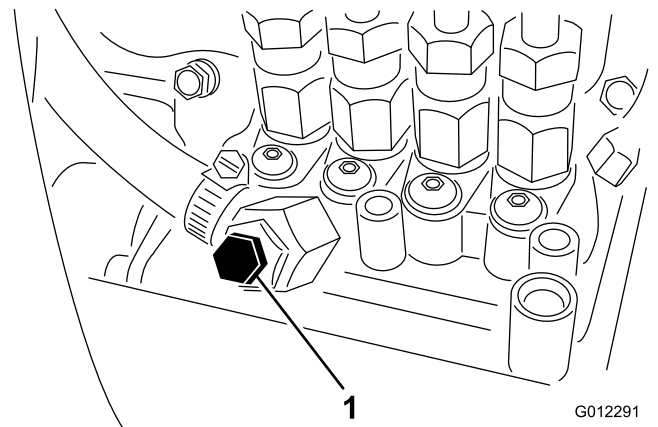

図 17
5. 燃料噴射ポンプについているエア抜きネジ (図 17) をゆるめる。